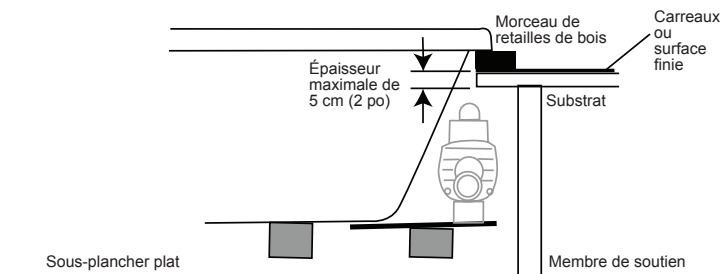

Figure 9 – installation par le dessus (vue latérale)
- 8 Installez l'unité en insérant l'extrémité du ventilateur en premier, en abaissant la baignoire dans l'ouverture, comme dans l'illustration (figure 9).